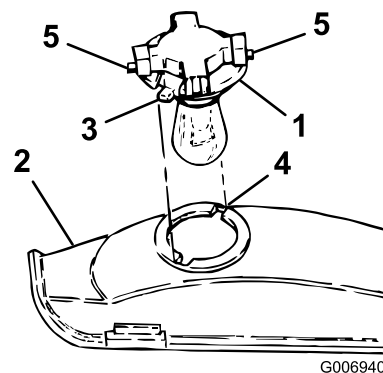

Bild 53
3. Drehen Sie die Birnenfassung um 1/4 Umdrehung nach links und nehmen die Birne aus dem Reflektor heraus (Bild 53).
4. Richten Sie die Zungen an der Birnenfassung (Bild 53) mit den Schlitzen im Reflektor aus, setzen die Birnenfassung in den Reflektor ein und drehen Sie die Birne nach rechts um eine 1/4 Umdrehung bis zum Anschlag.